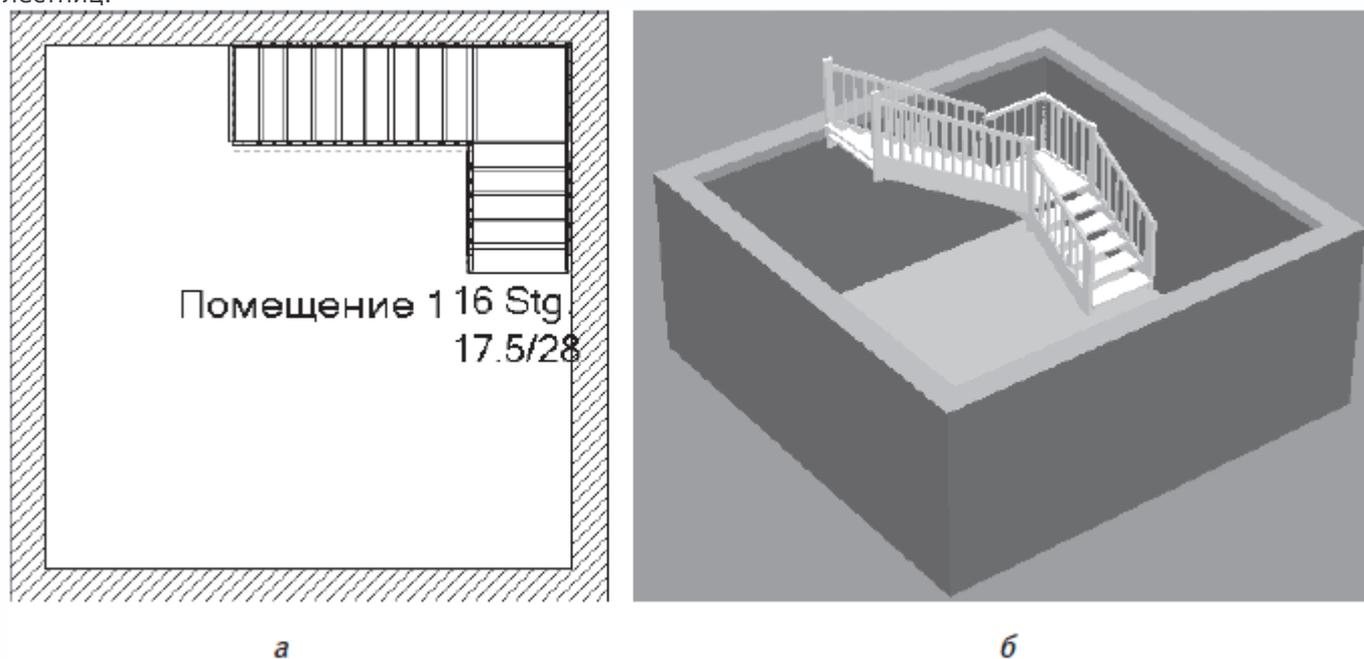

Рис. 1.34. L-образная лестница: изображение на плане (а) и трехмерная модель (б)
– Лестница с площадкой, L-образная (дерево) и Лестница с площадкой, L-образная (монолит) – эти две команды создают L-образную лестницу (рис. 1.34). Для построения этого типа лестниц также необходимо указать три точки, определяющие прямоугольник, в который на плане будет вписана проекция лестницы. Высота, как и для всех других типов, по умолчанию устанавливается равной высоте этажа. После фиксации последней точки на экране возникнет окно настроек L-образных лестниц.